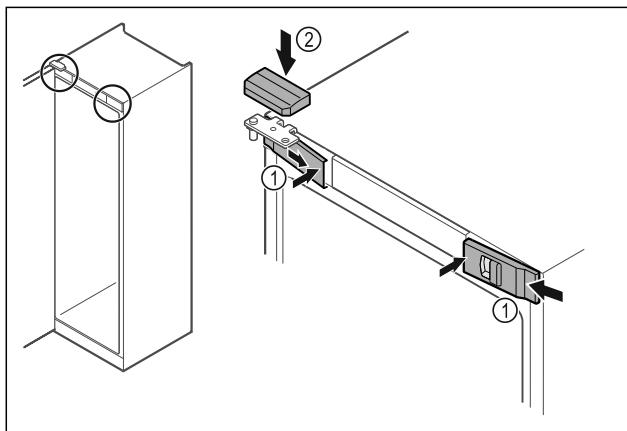

Fig. 50
- Bočno zakvačite prednje poklopce Fig. 50 (1) i uglavite ih iznutra.
- Uglavite gornji poklopac Fig. 50 (2) odozgo.